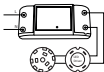

Рисунок 3.2
- светодиодный светильник через драйвер (см. рисунок 3.2);